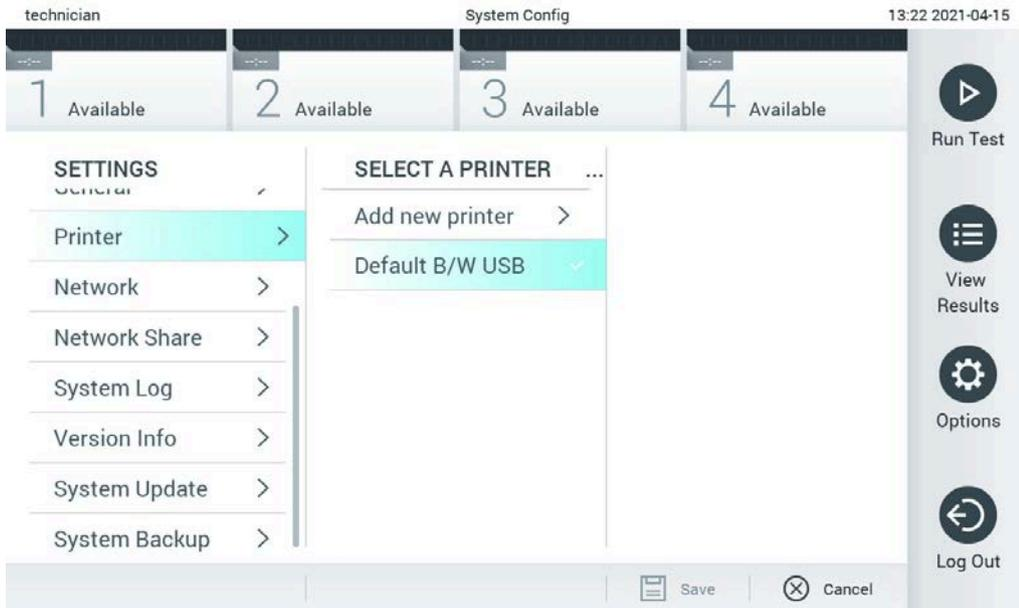

Figure 73. Sélection de l'imprimante du système.
3. Sélectionnez une imprimante dans la liste des imprimantes disponibles (figure 73).